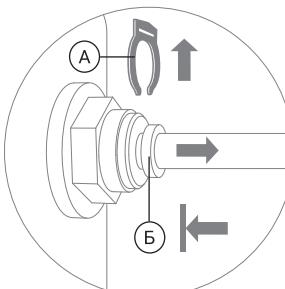

Рис. 4
2. Отсоедините стопорную клипсу (A). Удерживая цанговое кольцо (Б) прижатым к основанию фитинга, потяните на себя пластиковую трубку и аккуратно извлеките ее из фитинга (рис. 4).